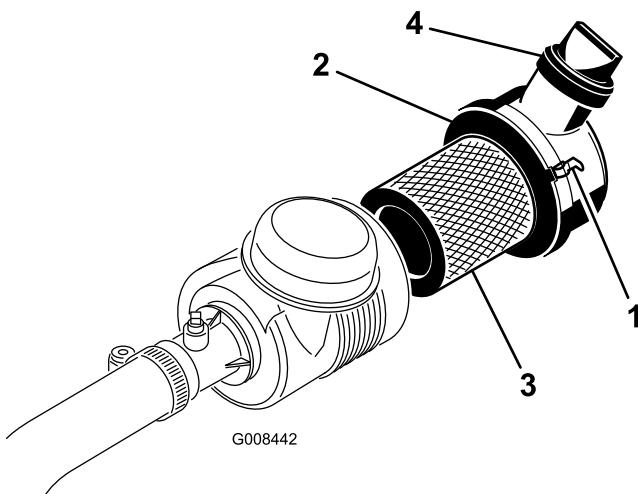

Figura 31
- Rilasciate i dispositivi di fermo che fissano il coperchio del filtro dell'aria al corpo del filtro (Figura 31).
7. Accertate che i fermi fissino il coperchio del corpo (Figura 31).